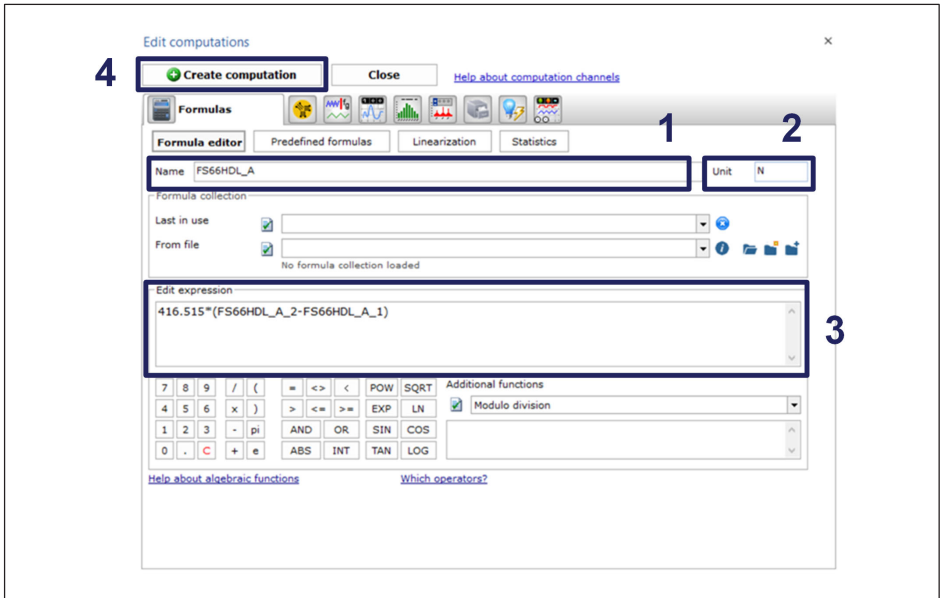

Fig. 5.7 Création d'une voie de calcul pour configurer le capteur
- Configurez la voie de calcul avec les valeurs de sensibilité correspondant à chaque capteur. Un exemple de configuration pour le FS66HDL est donné à la Fig. 5.7.
- Appuyez sur le bouton "Create computation" (numéro 4 sur la Fig. 5.7).